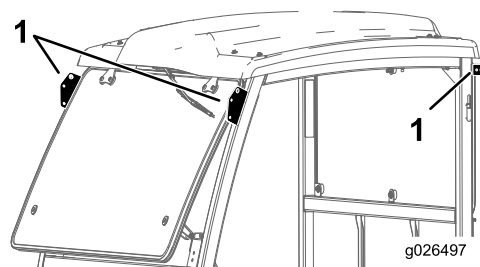

Figure 5
1. Levez le cadre de la cabine par les points de levage et placez-le sur la machine (Figure 5).